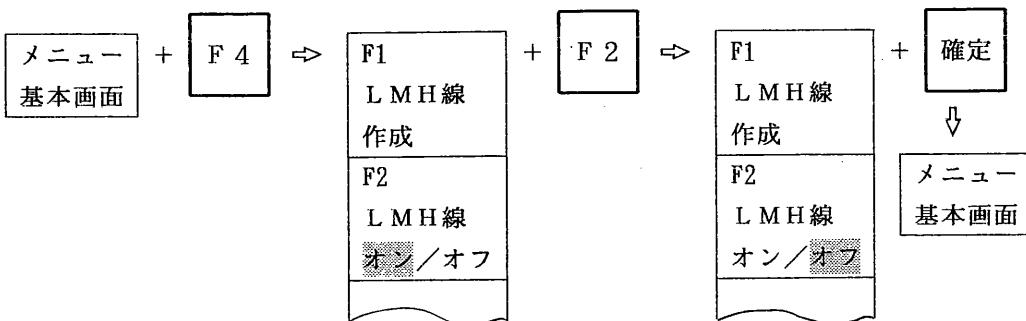

図 9.3.9 LMH 線をオンからオフに変更する方法
(1) ガイダンス表示エリアには [メイン] が表示され、探傷画面上に L M H 線が表示されている場合
① 選択キー [F 4] を1回押すと図 9.3.9の選択メニューが表示されます。このメニューの [F 2] の項を見ると、[オン] の部分にカーソルがあります。
② 次に選択キー [F 2] を1回押すとカーソルは [オフ] に移ります。
③ カーソルが [オフ] に移ったことを確認して、確定キーを1回押します。